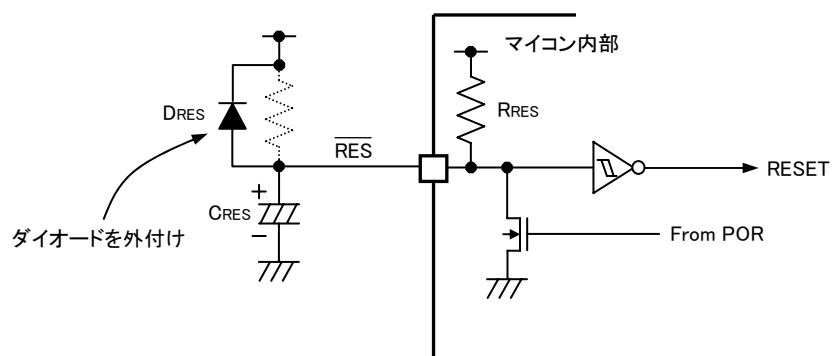

図4-5-7 外部PORのリセット回路構成例
②内蔵リセット回路を使用せず外付けにPOR回路を構成する時
「4-5-7-①項」と同様に内蔵リセット回路を使用しない場合でも電源投入時に内蔵PORが動作します。しかし、内蔵PORより長いリセット期間を設けたいために外部にもPOR回路を構成し、容量 C_{RES} を $0.1\mu F$ 以上にする場合には、必ず「図4-5-7」のようにダイオード D_{RES} も外付けしてください。